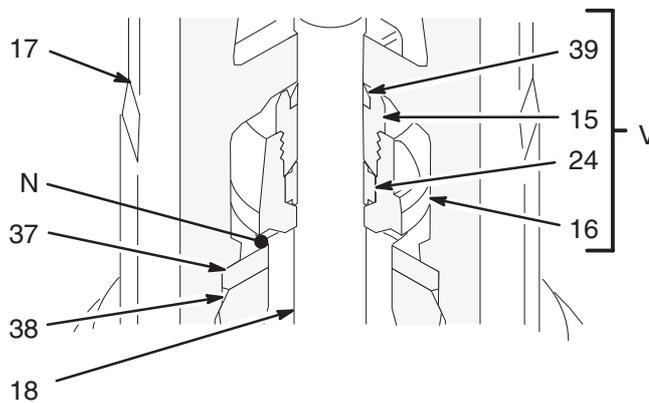

Fig. 6
5. Desenrosque el alojamiento de la válvula de admisión (17) del cilindro (10) y del alojamiento de salida (9). Extraiga el alojamiento de la bomba. El conjunto de la válvula de retención de admisión (V, vea la Fig. 6) debería deslizarse bajando por el vástago del pistón de cebado (18) a medida que extrae el alojamiento; si no se desliza fácilmente, aflójeló golpeando firmemente la parte superior del alojamiento (17) con una maza de goma.
- Extraiga el asiento de admisión (37) y la junta (38) situados en el fondo del alojamiento de la válvula de admisión (17). Tenga cuidado de no dejar caer el conjunto de la válvula de retención (V) a media que se libera, y sepárelo para utilizarlo más adelante. Vea la Fig. 6.
13. Para desmontar el conjunto de la válvula de retención de admisión (V), coloque el cuerpo de la válvula de admisión (16) en un torno de banco y desenrosque la tuerca prensaestopas (15). Extraiga la junta (39) de la tuerca, y los casquillos y las empaquetaduras (24) del cuerpo de la válvula. Inspeccione las superficies de acoplamiento (N) del cuerpo de la válvula de admisión (16) y del asiento (37) en busca de daños y desgaste. Vea las Figs. 6 y 12.